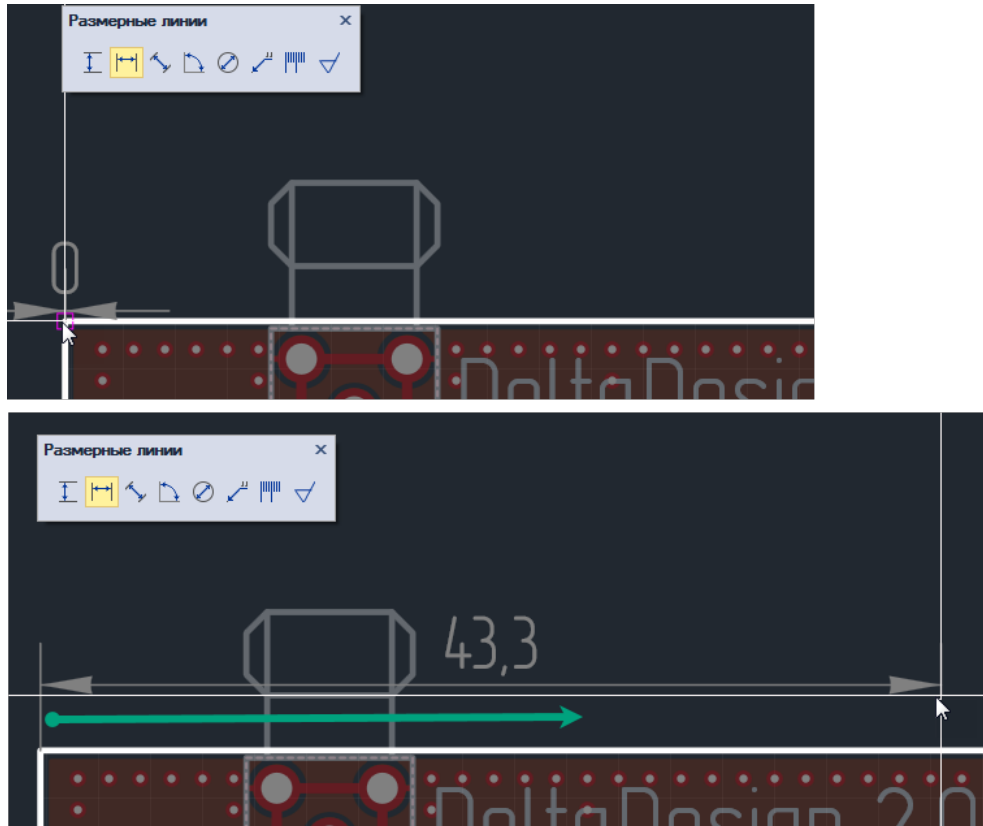

Рис. 477 Размещение размерной линии
4. Переместите курсор, определяя положение второй выноски размерной линии, см. Рис. 477. установите длину и направление выносок линии, перемещая курсор. Возможный вид размерной линии будет отображаться на экране.